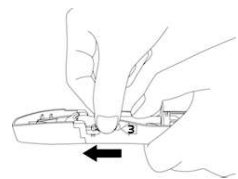
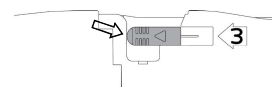

図 3 スライダーの移動（ゆっくり）
図 4 スライダー位置の確認
- ④ 挿入器のボディを親指で固定し、スライダーをゆっくり（約 3 秒をかけた）、上下方向に力が加わらないように注意しながら、矢印の方向（刻印 3）に止まるまで移動させ、レンズを押し進める（図 3）。スライダーが完全に（図 4. 矢印の位置まで）突き当たっている事を確認する。移動したスライダーは戻さないこと。押し進めた後の状態で 3 分以上放置しないこと。